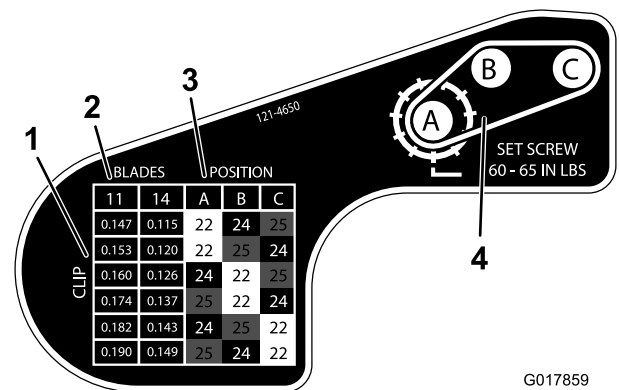

Figura 15
6. Usando la tabla de la pegatina ilustrada en Figura 15, determine la frecuencia de corte deseada y las poleas que tendrá que reubicar.
9. Instale cada polea en la configuración nueva según lo indicado en la pegatina (Figura 15). Asegúrese de que los tornillos de fijación de cada polea están alineados con la chaveta y la zona plana de cada eje.